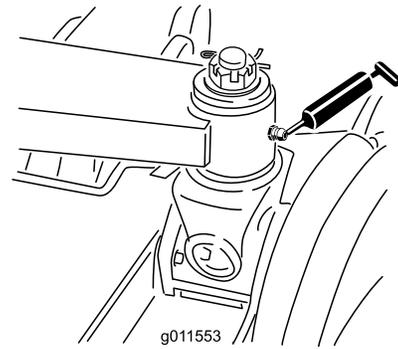
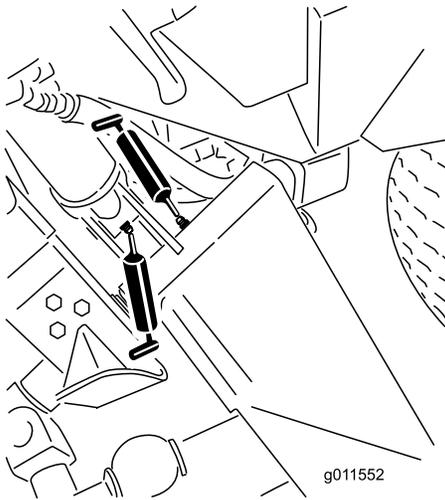

Figura 47
Figura 46
- 6 boccole del braccio di sollevamento principale (Figura 46 e Figura 47)